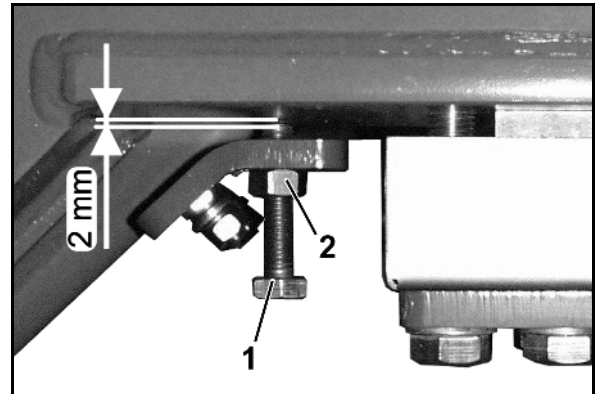

Fig. 79
Den nødvendige afstand mellem begrænsningsskruerne (Fig. 79/1) og vejerammen udgør 2 mm.
1. Løsn kontramøtrikken (Fig. 79/2)